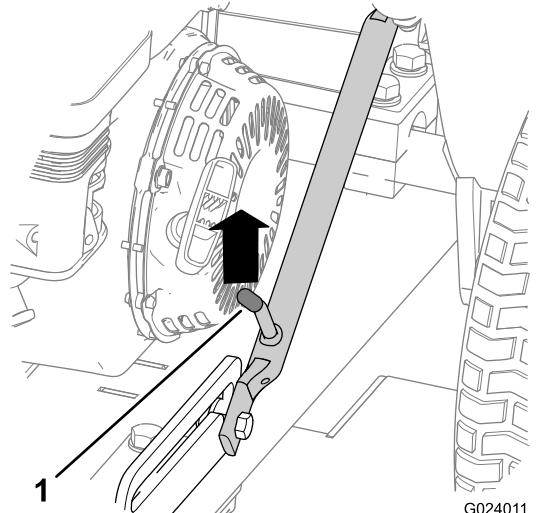
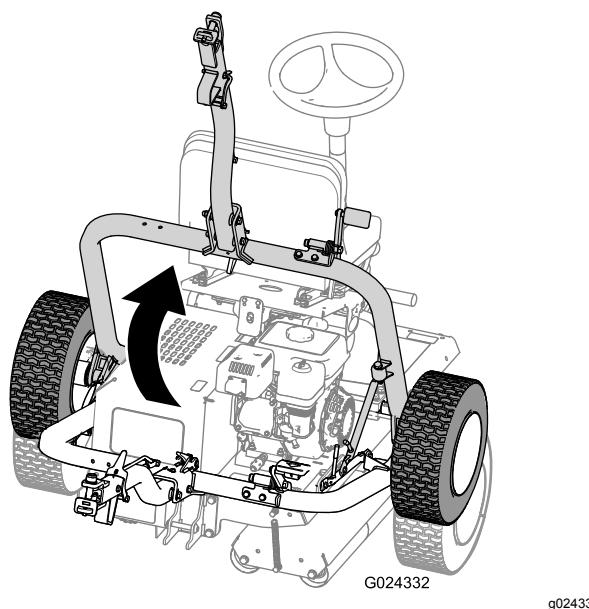

Figure 24
Figure 28
- A. Poussez le dispositif d'attelage vers le haut jusqu'à ce que le levier de verrouillage soit dégagé du verrou de la glissière (Figure 24).
- D. Élevez l'attelage (Figure 28) jusqu'à ce que le levier de verrouillage s'enclenche dans le verrou de la glissière (Figure 24).